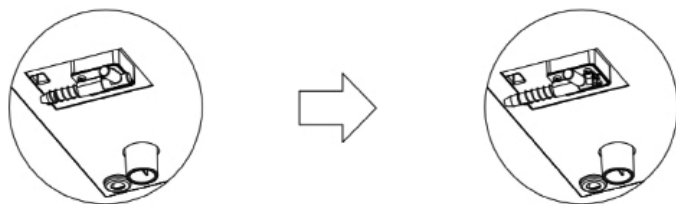

figura 1
- Coloque la Unidad principal (A) en la parte superior del Compartimiento de almacenamiento (B).
- Asegúrese de que los dos pasadores de inserción de la parte inferior de la Unidad principal (A) se alineen correctamente, de manera que la Unidad principal (A) pueda fijarse bajo la viga del Compartimiento de almacenamiento (C) (vea la figura 1).